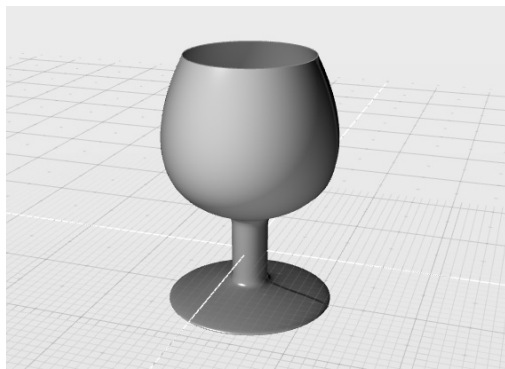

图 4-40 获得正确的旋转结果
4) 保持上一步的旋转操作仍处于工作状态，按〈Enter〉键或空格键接受回转轴方向的默认设置（即垂直方向），获得图 4-40 所示的结果。